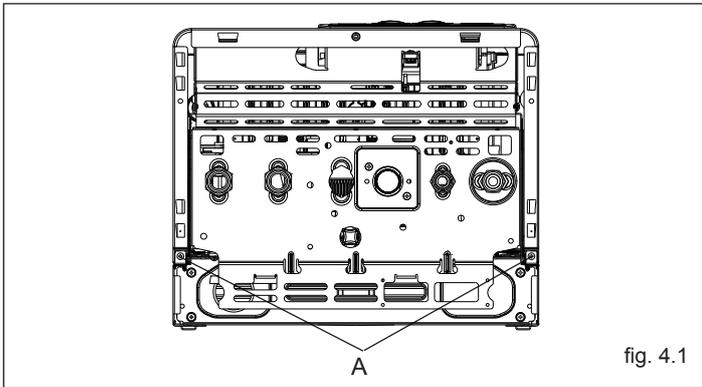

fig. 4.1
- Rimuovere il mantello svitando le viti di fissaggio **A** (fig. 4.1)